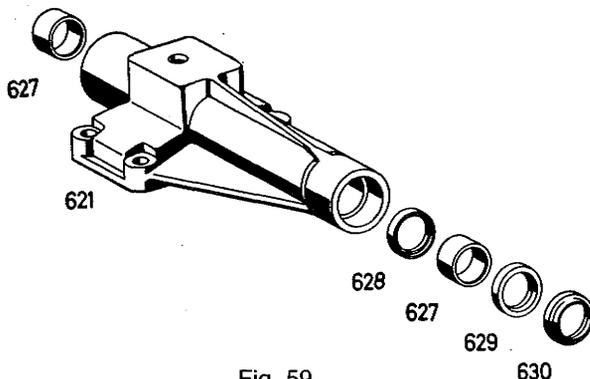

Fig. 59
Emmancher de l'intérieur un coussinet de palier (627) dans le fourreau long du boîtier de commande et enfoncer de l'extérieur la bague d'étanchéité (628), la lèvres d'étanchéité étant orientée vers l'extérieur, jusqu'à butée. Emmancher le deuxième coussinet de palier (627), plus profondément de 4 à 5 mm que l'épaulement d'appui pour la plus grande bague d'étanchéité (629). Placer la bague d'étanchéité (629), la lèvres d'étanchéité étant orientée vers l'intérieur et le joint racleur (630), la lèvres d'étanchéité étant orientée vers l'extérieur (fig. 59). Les espaces libres entre le coussinet (627) et les deux bagues d'étanchéité (628 et 629) doivent être remplis avec de la graisse spéciale pour roulements. Introduire l'arbre de sélection (631) et, en même temps, faire glisser l'étrier de verrouillage (622) et le doigt de passage des vitesses (623). Introduire les goupilles élastiques (620 et 619) dans les alésages du doigt et de l'arbre.